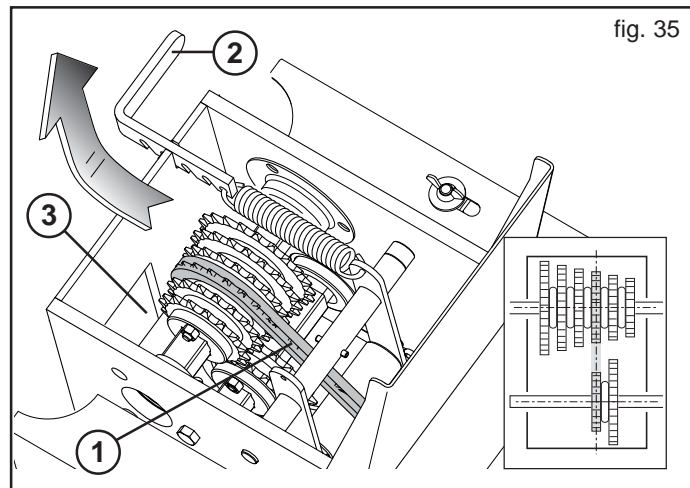

fig. 35
- Um die Kette zu verschieben, den Deckel des Getriebekastens öffnen und die Kette (1, Abb. 35) durch den Hebel (2) lockern;
- Die Kette auf die Zahnräder legen und diese ausrichten (Abb. 35).
- Die Kette erneut mit dem Hebel (2, Abb. 35) spannen und den Deckel schließen.
Für einen besseren Zugang zum Getriebe kann auch die untere Öffnung genutzt werden (3, Abb. 35).